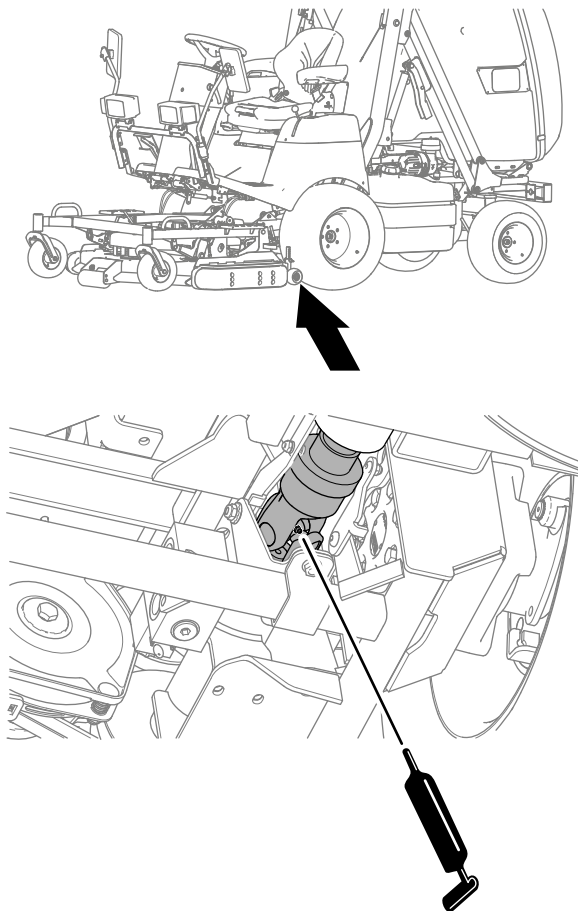

Bild 53
- Hinteres Antriebsgelenk der Antriebswelle an der Zapfwelle (Bild 53).